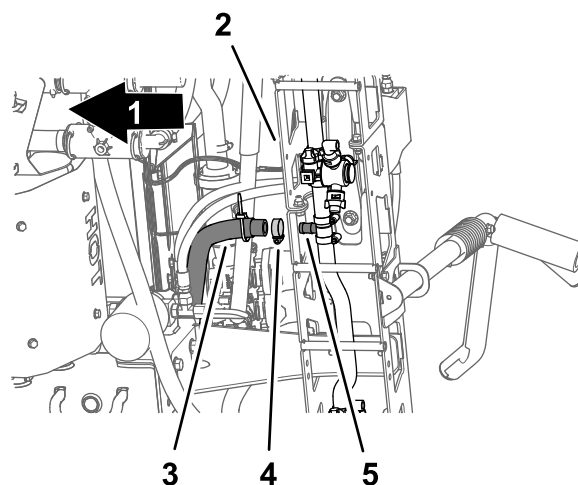

Bild 36
5. Entfernen Sie unter dem mittleren Sprühabschnitt die Schlauchklemme, mit der der Zulaufschlauch für den mittleren Sprühabschnitt am gezahnten T-Anschlussstück befestigt ist (Bild 36).